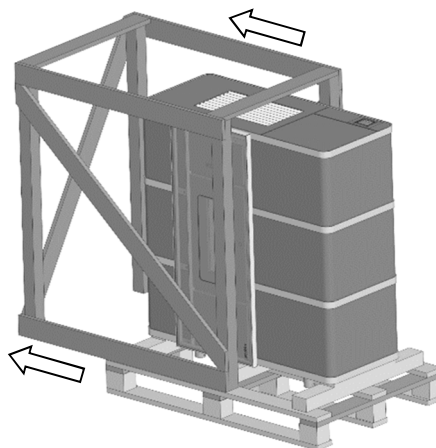

Fig. 5 : retrait de la caisse à claire-voie
4. La caisse à claire-voie peut maintenant être retirée de la palette (Fig. 5).